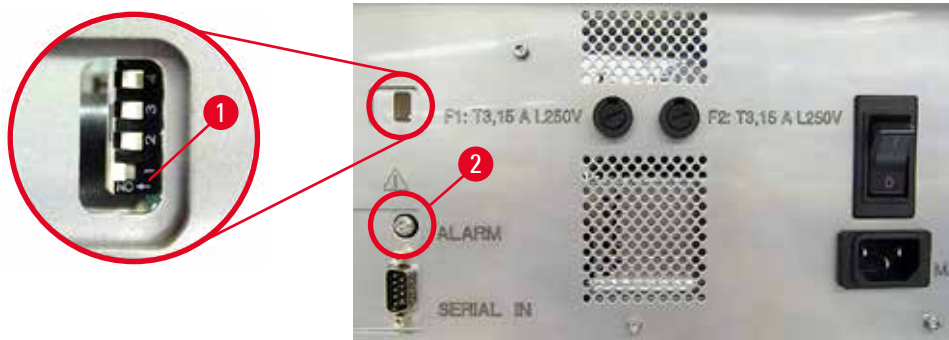

Fig. 41
- » Pour désactiver l'émetteur de signaux, basculer l'interrupteur le plus bas (→ "Fig. 41-1") à droite (→ "Fig. 41").